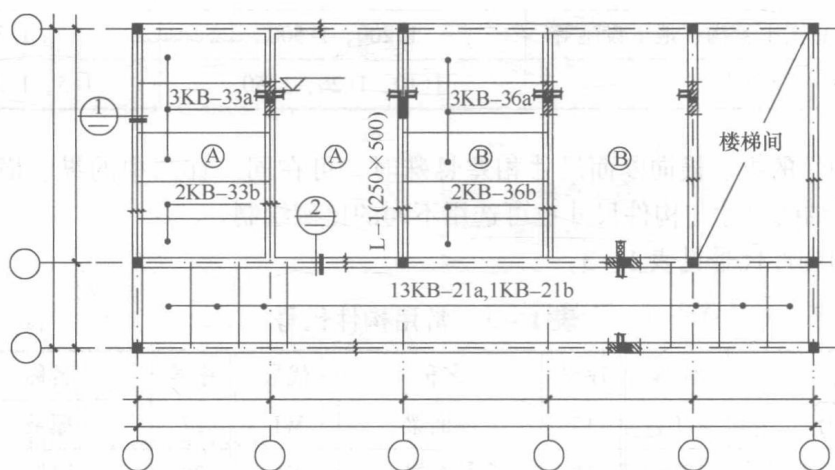
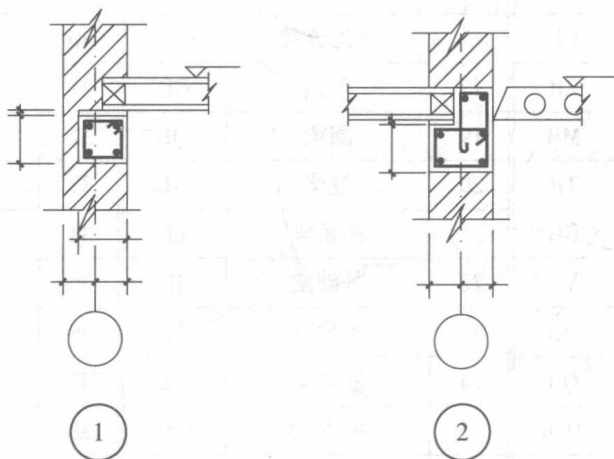

图 1-1 用正投影法绘制预制楼板结构平面图
图 1-2 节点详图
(8) 当采用标准、通用图集中的构件时，应用该图集中的规定代号或型号注写。
(9) 结构平面图应按图1-1、图1-2的规定采用正投影法绘制，特殊情况下也可采用仰视投影绘制。